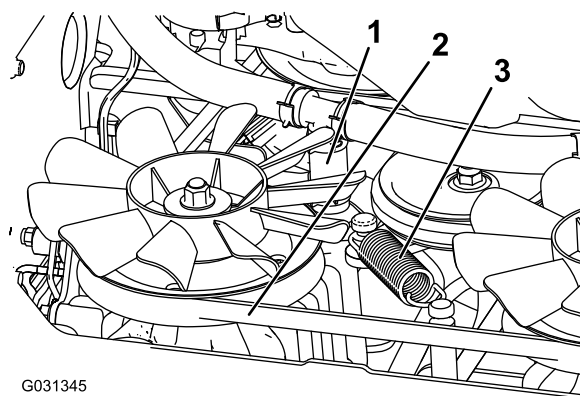

Figura 72
5. Retire la manguera hidráulica inferior (Figura 72).
6. Retire el muelle tensor (Figura 72).
7. Retire la correa de la carcasa del embrague y del tope del embrague (Figura 72).